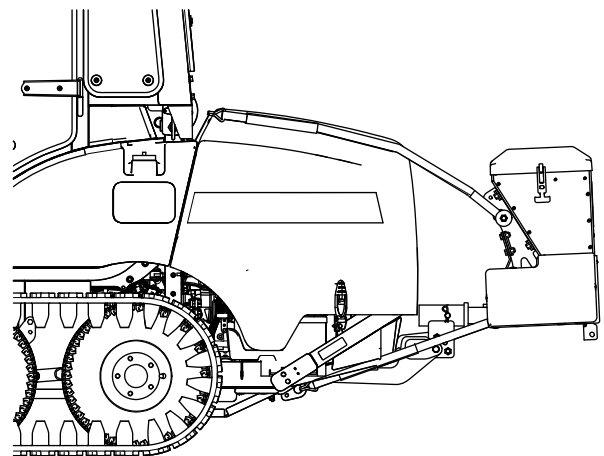

Figura 18
1. Introduzca el enganche del esparcidor en el receptor de enganche del vehículo, y alinee el segundo orificio del enganche del esparcidor con el orificio del enganche del vehículo (Figura 18).